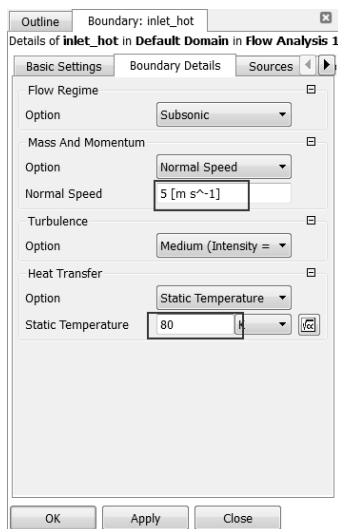

图 17-24 入口设置（2）
Step8: 选择 Boundary Details 选项卡, 在如图 17-24 所示的面板中做以下输入。